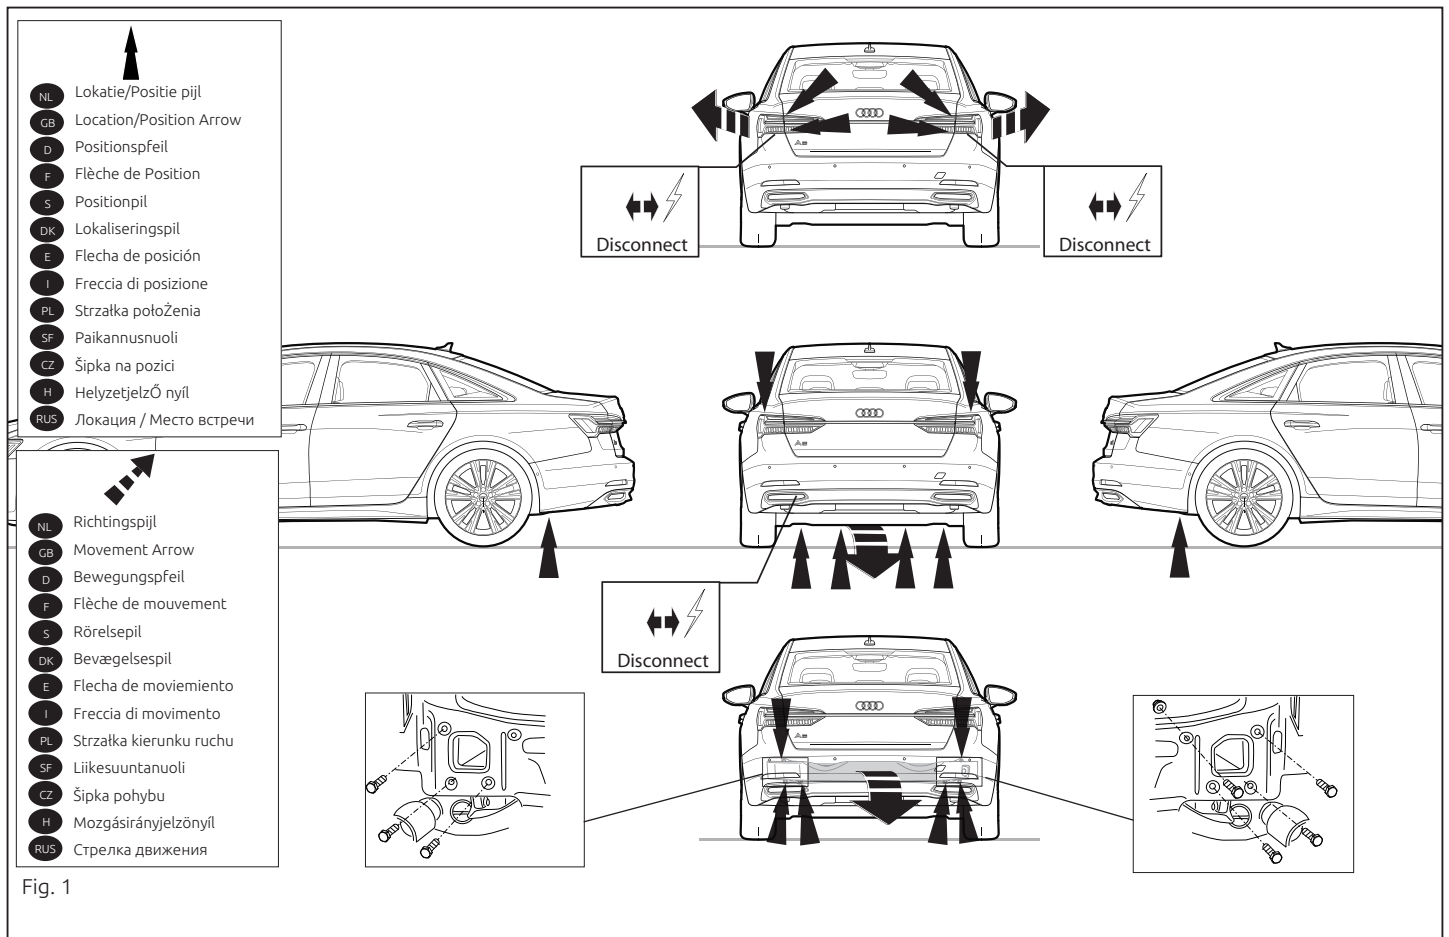

Fig. 1
1. Remove the bumper and the steel buffer beam from the vehicle. The buffer beam will no longer be needed. Replace the bolts and nuts. See figure 1.
1. Die Stoßstange einschließlich des stählernen Stoßbalkens vom Fahrzeug abmontieren. Der Stoßbalken wird nicht mehr benötigt. Schrauben und Muttern wieder anbringen. Siehe Abbildung 1.
1. en place. Voir la figure 1.
1. Снять бампер вместе со стальным буферным брусом автомобиля. Буферный брус больше не понадобится. Поставить болты и гайки на место. См. рисунок 1.
1. Demonter kofangeren, inklusive køretøjets stålstødbjælke. Stålstødbjælken skal ikke længere anvendes. Sæt boltene og møtrikker på plads igen. Se fig. 1.